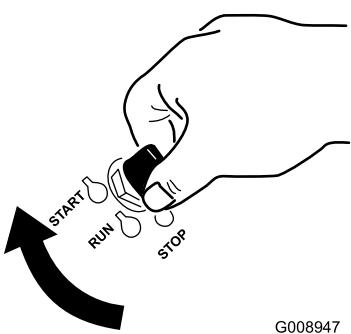

Figure 16
1. Tournez la clé de contact à la position de démarrage (Figure 16). Relâchez la clé quand le moteur démarre.